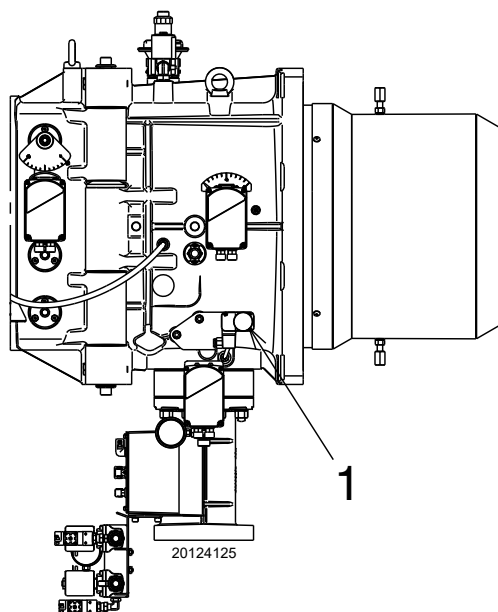

Abb. 28
Gasdruck, an der Entnahmestelle 1)(Abb. 28) gemessen mit:
Strömungsverlust Gasdrossel 2)(Abb. 28) bei maximaler Öffnung: 90° leicht in Richtung Ölstellantrieb.
- Ziehen Sie vom Gasdruck am Anschluss 1)(Abb. 28) den Druck in der Brennkammer ab.
Um stattdessen den an der Entnahmestelle 1) notwendigen Gasdruck zu ermitteln (Abb. 28), nachdem die höchste Modulationsleistung festgelegt wurde, bei der der Brenner arbeiten soll:
- Lesen Sie rechts, in Spalte 1, den Druck an der Entnahmestelle 1)(Abb. 28) ab.
An der Entnahmestelle 1)(Abb. 28) erforderlicher Druck.